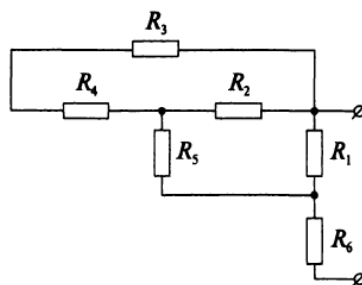

Рис. 1
2. Определить эквивалентное сопротивление цепи (рис. 1), состоящей из резисторов каждый по  $10 \text{ Ом}$ .